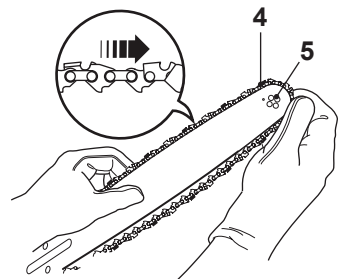

Imagen 2
- > Extienda la cadena de corte [4] con los eslabones de la cadena orientados hacia la dirección de rotación y deslice la cadena dentro del riel alrededor de la espada (Imagen 2).